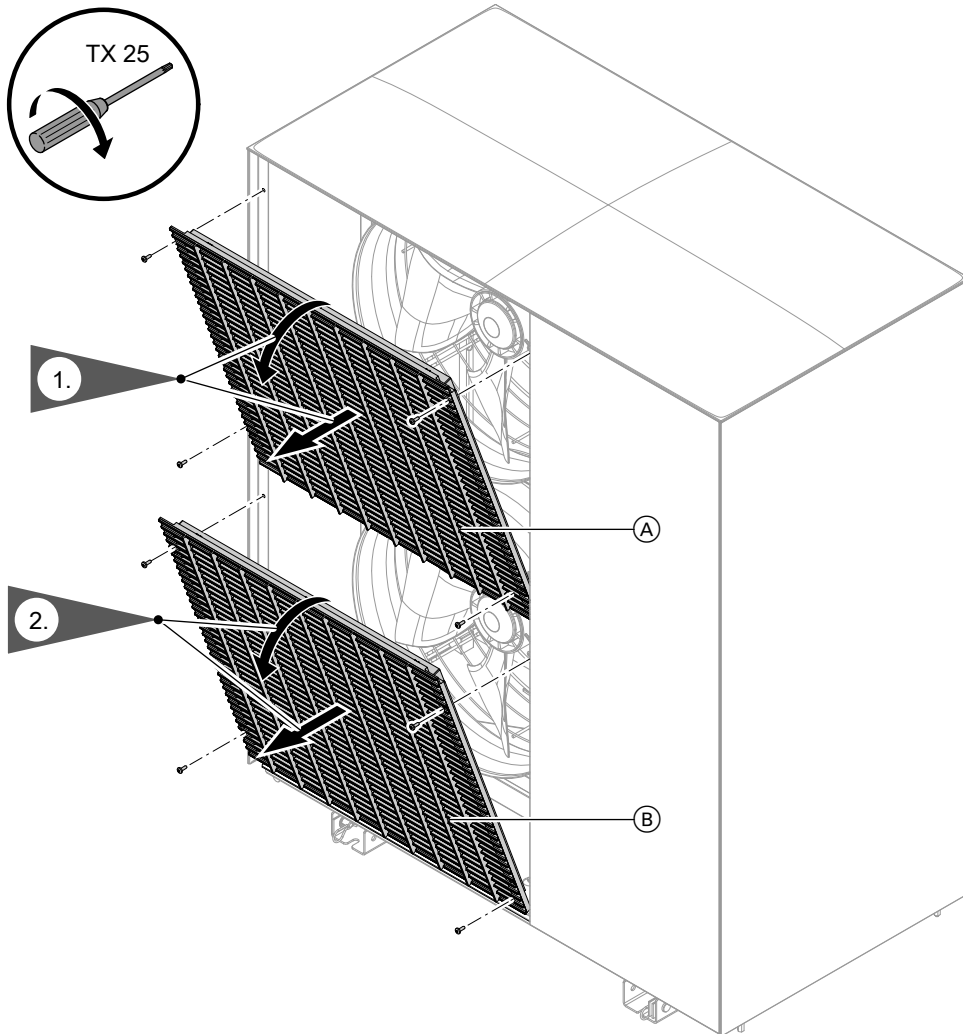

Abb. 99
4. Schutzgitter Ventilator und Deckel abbauen: Siehe Abb. 99 und 98.
2. Schutzgitter Ventilatoren abbauen: Siehe Abb. 99.